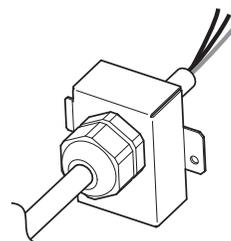

図 5
1. 接続する電線を、本製品 (端子台カバー; ケーブルクランプ付き) の穴に通します。(図 5 参照) 使用する電線サイズ、被服の剥き量等は表 2 を参照ください。